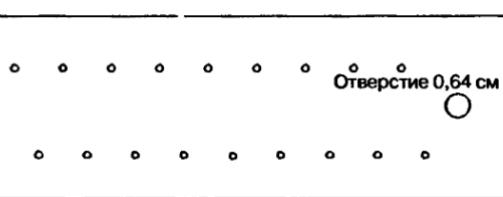

Рис. 22.3. Изготовление платы запускающего генератора и умножителя
2. Вырежьте из заготовки макетную плату с перфорацией отверстий 0,25 см и размерами 12,19×7,37 см. Вырежьте пластину из поликарбоната размерами 25,4×7,37×0,16 см для изоляционной платы, на которой будет размещена высоковольтная часть устройства (без трансформатора T1) – 10 секций умножителя. Наметьте и просверлите отверстия, как показано на рис. 22.3. Опцию печатной платы PCB можно приобрести в фирме Information Unlimited.